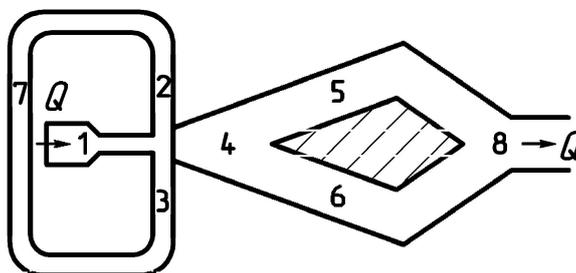

Рисунок 1 – Автогенератор струйных импульсов
1.6.1 Принцип действия расходомера основан на зависимости частоты колебаний струи измеряемой среды в чувствительном элементе от расхода газа, проходящего по трубопроводу. Чувствительным элементом расходомера служит автогенератор струйных импульсов (см. рисунок 1), частота колебаний, в котором прямо пропорциональна объемному расходу, протекающему через устройство формирования перепада давления в проточной части трубопровода.
Поток (струя) измеряемой среды, проходя через сопло генератора (1) (рисунок 1), попадает в рабочую камеру (4) и под действием давления, создаваемого этой же струей, прижимается к одной из стенок камеры (например, вниз). Благодаря её эжектирующему действию, в области вблизи нижней стенки и в канале (3) образуется область пониженного давления, что приводит к лавинообразному процессу притяжения струи к стенке камеры. Из-за уменьшения давления в канале (3) происходит движение среды по каналу (7) в сторону канала (3), Отток рабочей среды из канала (2) вызывает отклонение струи в противоположную сторону. Далее процесс повторяется симметрично. Выход среды из струйного генератора производится через каналы (5), (6) и (8).